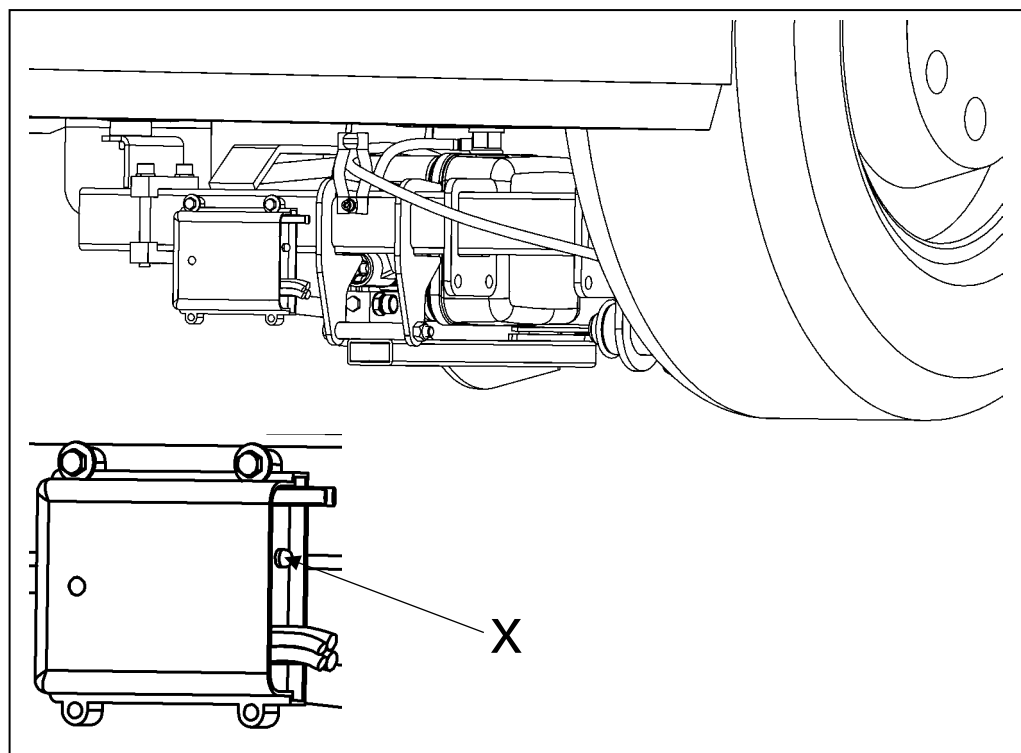

Abbildung 99
*Wenn ein Bedienelement der Handschaltung, Drucktaster, (Hebelschalter, Drucktaster der Fernbedienung oder ein Fußschalter) betätigt wird, blinkt die Kontrolldiode (siehe Abbildung 99).